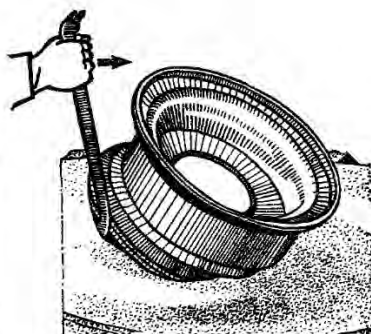

Рис. 133.
3. Вставить большую лопатку между верхним бортом покрышки и ободом так, чтобы гладкий изогнутый конец надежно захватил ее борт. Действуя как рычагом, завести монтируемый борт за закраину обода (рис. 133). Операцию повторить несколько раз, пока монтаж обода не будет вызывать затруднений. Вставить среднюю лопатку между бортом покрышки и ободом и отжать обод вверх, другую лопатку вставить как можно ближе к заведенному борту